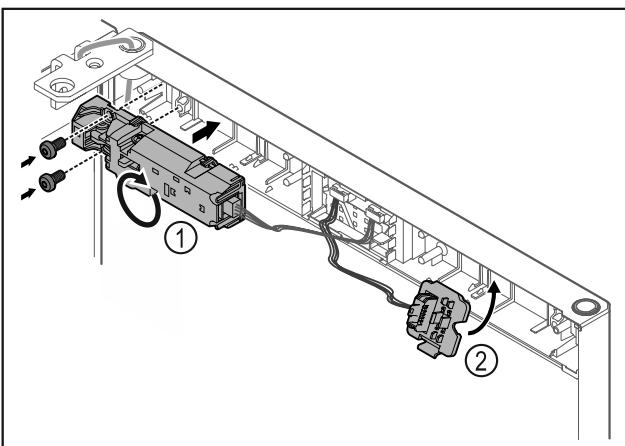

Fig. 24
- ▶ Поверніть дистанційний замок Fig. 24 (1) на 180° і закріпіть на протилежній стороні.
- ▶ Зафіксувати кріплення штекера Fig. 24 (2) на протилежній стороні.